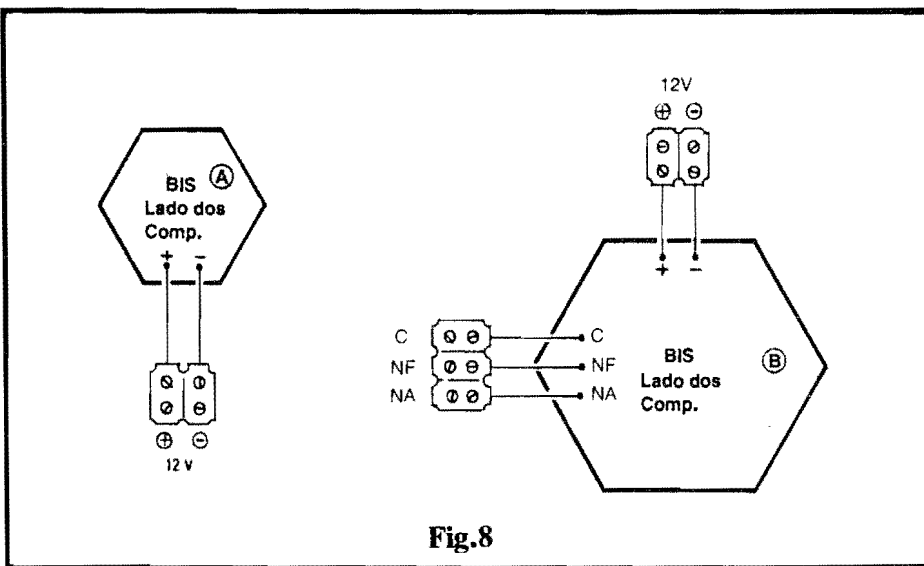

Fig.8
- FIG. 8 - CONEXÕES EXTERNAS ÀS PLACAS - As conexões periféricas às placas são poucas e simples, restringindo-se às ligações da alimen-